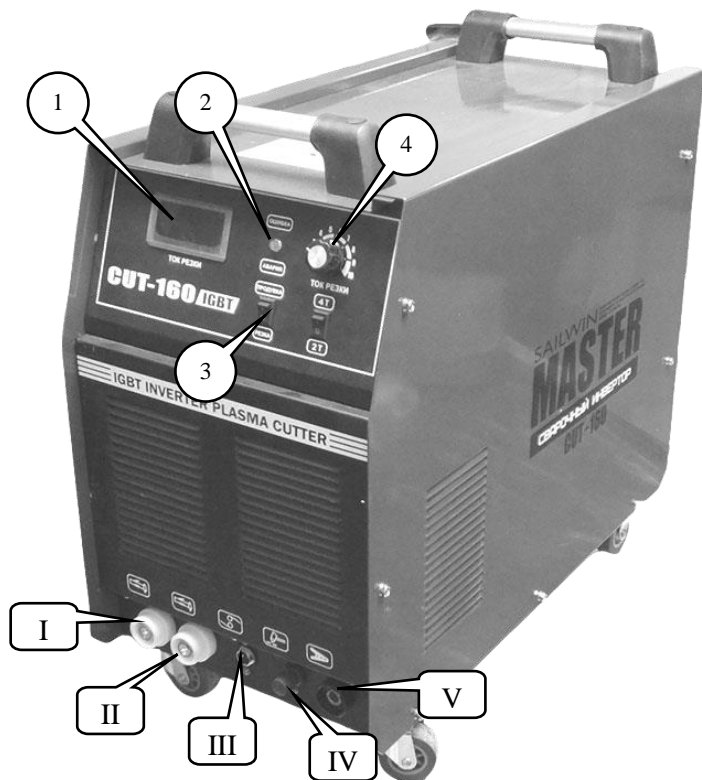

Рис.1. Органы управления и индикации аппаратов.
- Подключить силовой разъем воздушно-плазменной горелки к штуцеру I или II (Рис.1) аппарата.